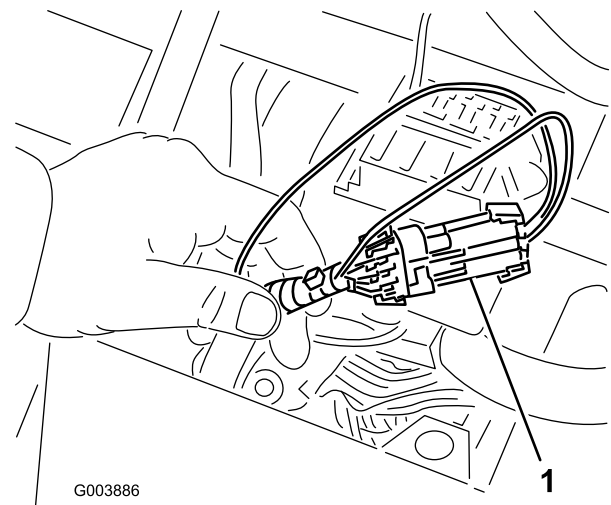

Figura 38
3. Localice el arnés de cables y los conectores, que están situados cerca del controlador (Figura 38).